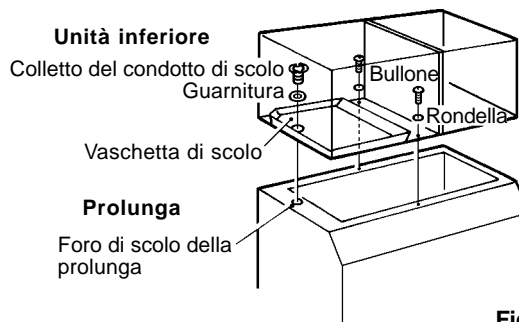

Fig. 6
- 5) Collegare l'unità inferiore (di tipo X) alla parte superiore della vaschetta di deposito. Vedere la Fig. 6.
- 6) Fissare l'unità inferiore con i due bulloni e le due rondelle in dotazione. Vedere la Fig. 6.
- 8) [P-200SD] Allineare il foro di scolo della vaschetta di deposito con il foro di scolo della vaschetta di scolo. Inserire la guarnitura (accessorio della vaschetta) e serrare il colletto del condotto di scolo (accessorio della vaschetta), applicando una coppia non superiore al valore raccomandato di 39,2 Nm. Vedere la Fig. 6.